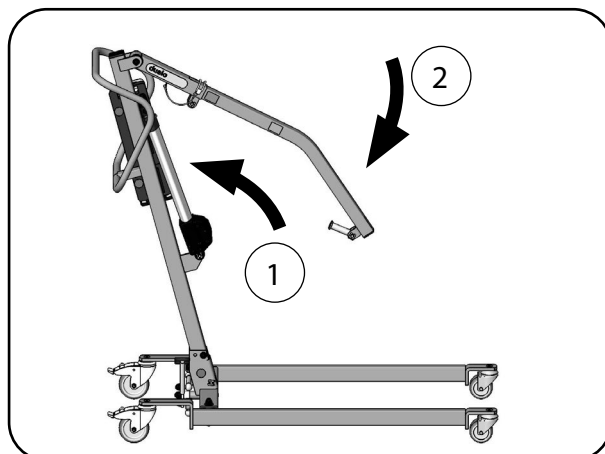
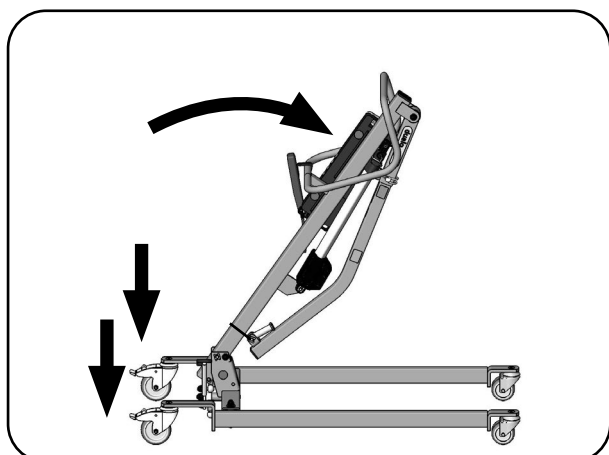

Abb.13.2.02 - Standmast aufgerichtet
Abb.13.2.03 - Standmast zusammenklappen
1. Bremsen Sie die beiden hinteren Laufrollen an der Bedienerseite, durch Betätigung des Tritthebels (Abb. 13.2.03); siehe Kapitel Bedienung Abschnitt **Laufrollen**.
- Schwenken Sie zuerst den Hubantrieb und anschließend die Hebearmaufnahme bzw. den Hebearm standard zum Standmast (Abb.13.2.02). Fixieren Sie den Hubantrieb und die Hebearmaufnahme bzw. den Hebearm standard mit Kabelbinder oder Klettband am Standmast (Abb.13.2.03).
- Entfernen Sie an der Standmastaufnahme den Bolzen mit der SL-Sicherung und klappen Sie den Standmast langsam und kontrolliert nach vorne (Abb.13.2.03).